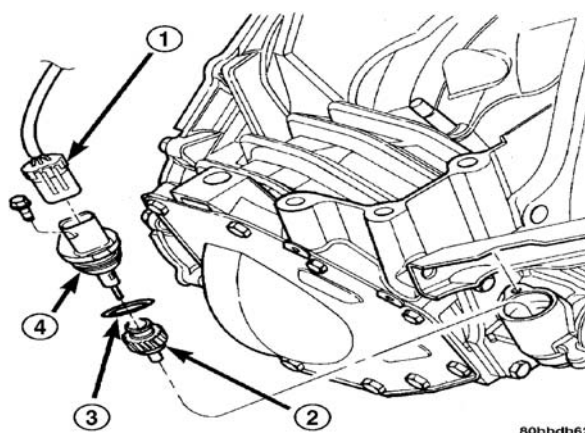

图 340 车速传感器的拆卸/安装
(1) 从传感器上拆除线束插接器（图 340），确保风雨密封留在线束插接器上。
(2) 拆下将传感器固定在延伸壳体上的螺栓。（图 340）。
(3) 小心地将传感器和小齿轮组件拉出延伸壳体。
(4) 从传感器上拆下小齿轮（图 340）。
(5) 检查小齿轮是否损坏（丢齿，等等），按需要更换。
(1) 安装车速传感器和小齿轮至延伸壳体，使用新 O 形圈（图 340）。
(2) 安装螺栓并拧紧至 $7\text{N} \cdot \text{m}$ (60in.lbs.)。
(3) 连接插接器
(4) 降下车辆